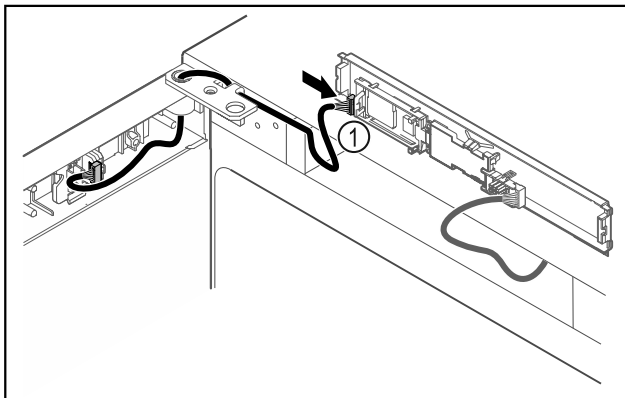

Fig. 43
- ▶ Sett pluggen Fig. 43 (1) inn i kretskortet.